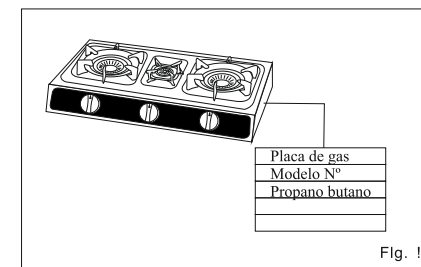

Fig. 1
- No use gas que no sea la indicada en este manual o en la etiqueta del aparato (Fig.1). **Categoría del aparato: I 3B/P, I 3+**